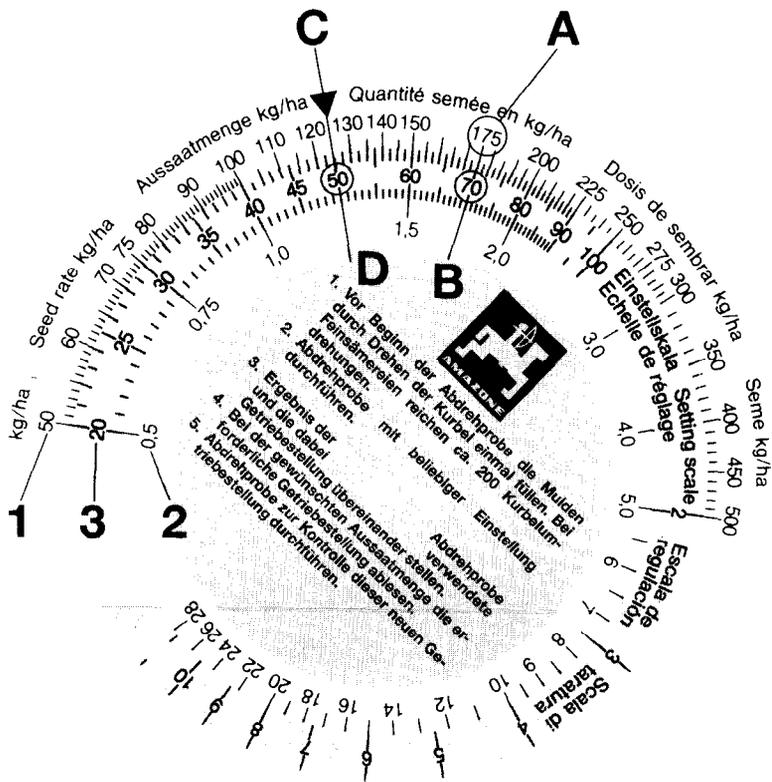

Fig. 3
Den **første** indsåningsprøve giver i regelen endnu ikke den ønskede udsåningsmængde. Med værdierne fra den **første** indsåningsprøve kan det rigtige gearindstill.-nr. dog let bestemmes ved hjælp af den vedlagte regneskive (fig. 3). Regneskiven består af tre skalaer. En ydre hvid skala (fig. 3/1) for alle udsåningsmængder over 30 kg/ha og en indre hvid skala (fig. 3/2) for alle udsåningsmængder under 30 kg/ha. På den midterste farvede skala (fig. 3/3) er gearindstillings-numrene fra 1 til 100 angivet.
- Udsåningsmængden 175 kg/ha (fig. 3/A) og gearindstillings-nummeret „70“ (fig. 3/B) stilles ud for hinanden på regneskriven.
- På regneskriven aflæses nu gearindstillings-nummeret for den ønskede udsåningsmængde på 125 kg/ha. (fig. 3/C).
I vores eksempel er gearindstillings-nummeret „50“ (fig. 3/D).